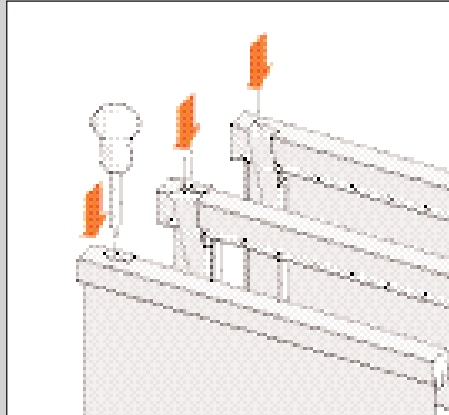

Abb. 2
4. Drücken Sie den Regalholm gegen die Unterkante des Riegels und die Seitenkante der Strebe und bohren Sie die Löcher vor (siehe Abb. 2).